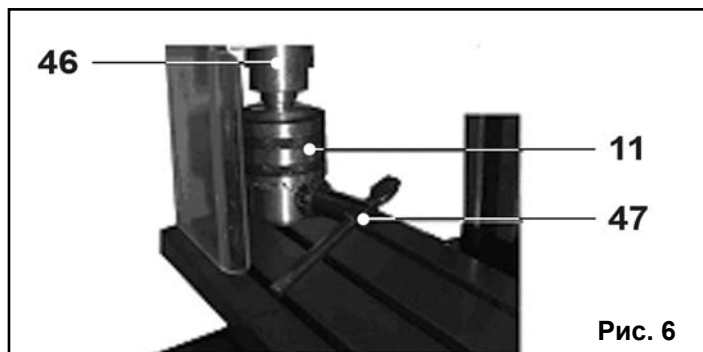

Рис. 6
10.1.6. Установите и с помощью ключа (47) закрепите в сверлильном патроне (11) необходимый режущий инструмент, при этом шпиндель (46) удерживайте рожковым ключом, Рис.6.